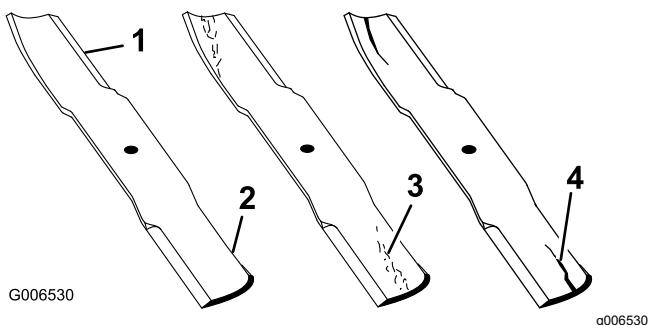

Bild 80
1. Untersuchen Sie die Schnittkanten (Bild 80).
- Wenn Sie Risse, Verschleiß oder Rillenbildung in diesem Bereich feststellen, sollten Sie sofort ein neues Schnittmesser einbauen (Bild 80).